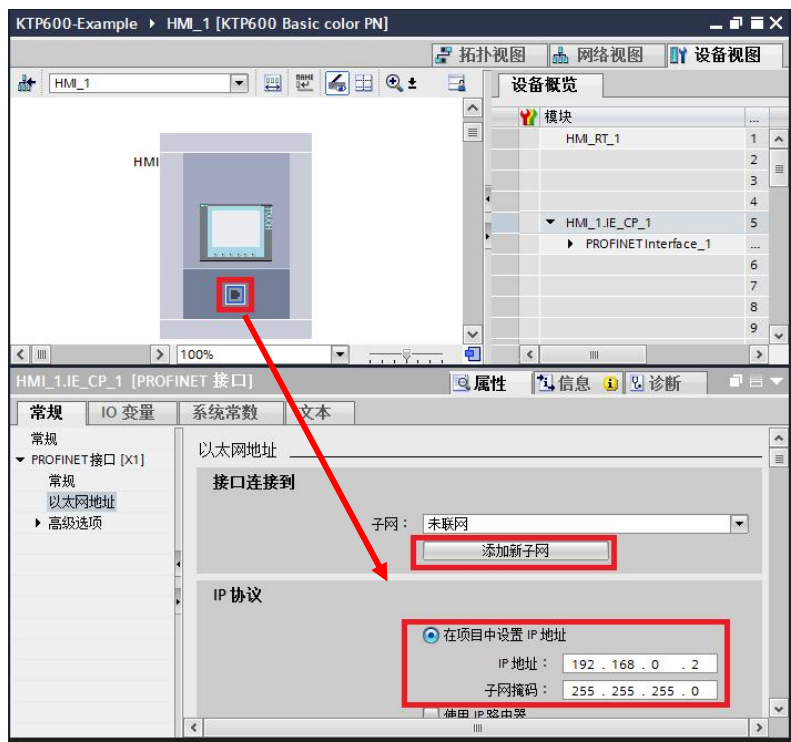

图 4-12
1. 在项目树中“双击设备”组态进入设备视图，选中 KTP600 Basic color PN 的以太网口，在属性中分配 IP 地址及子网掩码，并添加新子网。**注意：**IP 地址在网络中必须唯一。如图 4-12 所示。